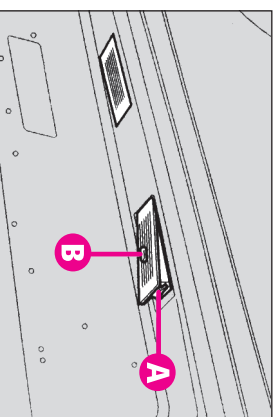

fig. 56
-îndepărtați unitatea de iluminare folosind o șurubelniță izolată (A-fig. 56)
-scoateți unitatea; (B-fig. 56)
-puneți la loc întreaga unitate (B-fig.56) asigurându-vă că s-a auzit clicul de fixare al clemei (A-fig.56).